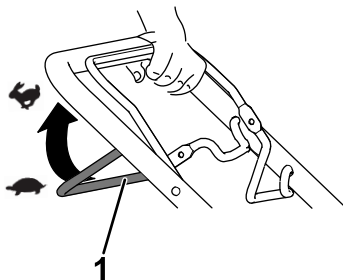

Bild 10
- **Einkuppeln des Selbstantriebs:** Ziehen Sie den Selbstantriebsbügel zum Holm und halten Sie ihn in dieser Stellung fest (Bild 10).